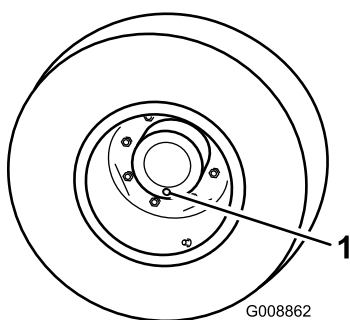

Figura 82
1. Con la macchina su una superficie piana, posizionate una ruota in modo che un tappo di controllo si trovi alla posizione inferiore (a ore 6) (Figura 82).